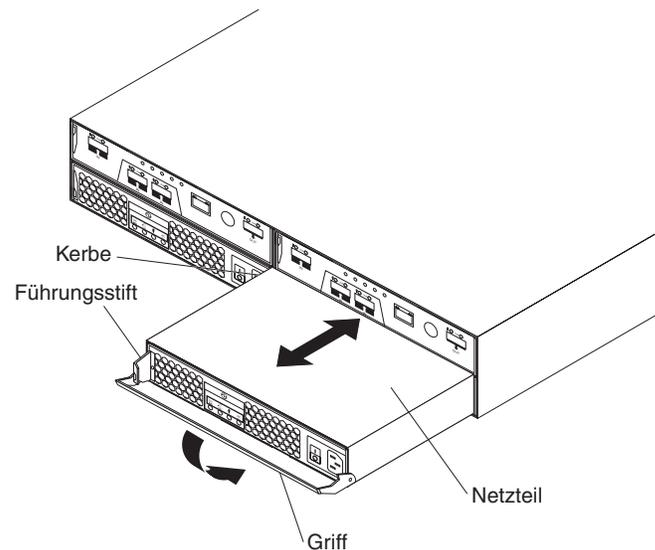

Abbildung 48. Netzteilereinheit austauschen
Gehen Sie wie folgt vor, um eine Netzteil-einheit auszutauschen. In Abb. 48 auf Seite 99 ist dargestellt, wie eine Einheit entfernt und eingesetzt wird.
11. Ziehen Sie den Griff vom Gehäuse weg, um die Netzteilereinheit zu entfernen, wie in Abb. 48 dargestellt.